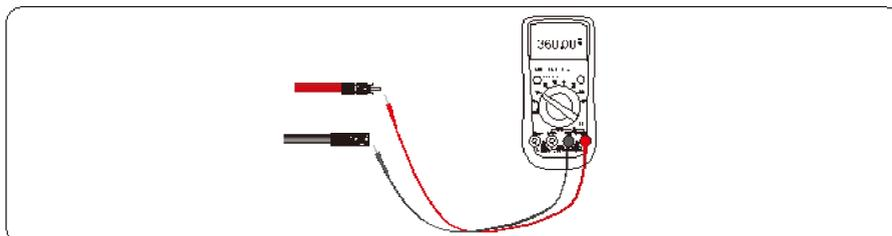

Figura 5.14 Verificação da tensão de cada rota String
Passo 5 Meça a tensão de cada rota Strings usando um multímetro. Verifique se as polaridades dos cabos de alimentação de entrada DC estão corretas, conforme mostrado na Figura 5.14.